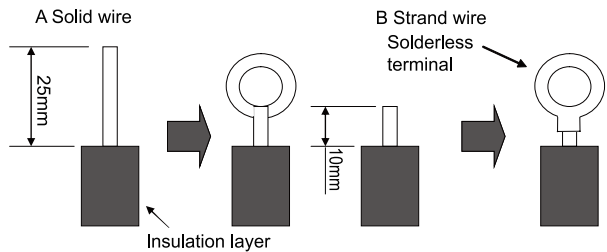

Fig.36
#### (1). For solid core wiring (Fig.36)
(2). For strand wiring ( Fig.36)